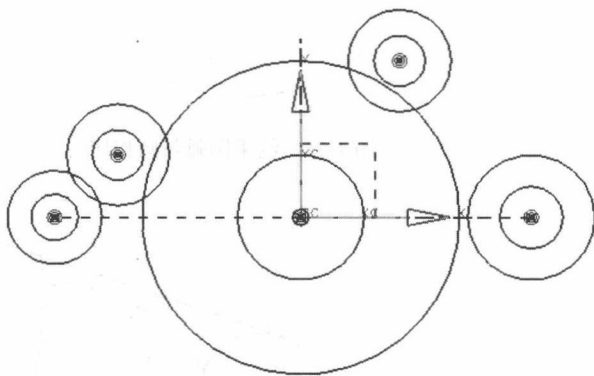

图 1-34 隐藏尺寸约束后效果
(9) 隐藏尺寸约束。用光标依次选择所有尺寸约束，再选择菜单中的【编辑】(Edit) | 【显示和隐藏】(Show and Hide) | 【隐藏】(Hide) 命令，或单击【实用工具】工具条中的  (隐藏) 按钮，将尺寸约束隐藏起来，如图 1-34 所示。